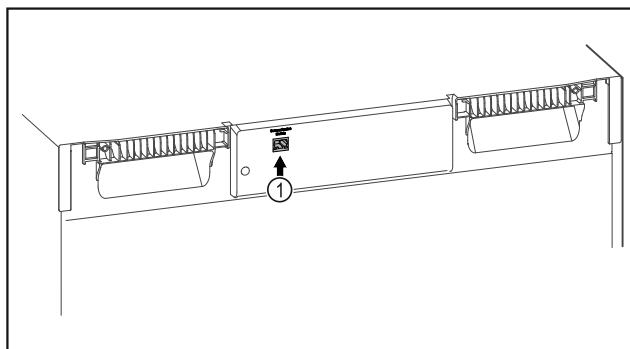

Fig. 153
- SmartModule Fig. 153 (1) ist eingesetzt.